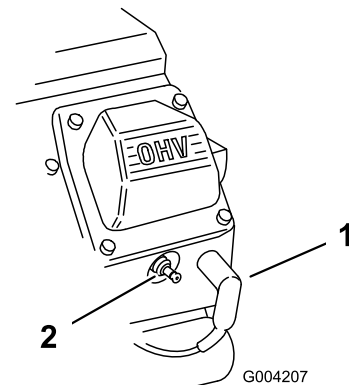

Bild 46
2. Ziehen Sie die Kabel von den Zündkerzen ab (Bild 46).
- Stecken Sie die Kabel auf die Zündkerzen (Bild 46).